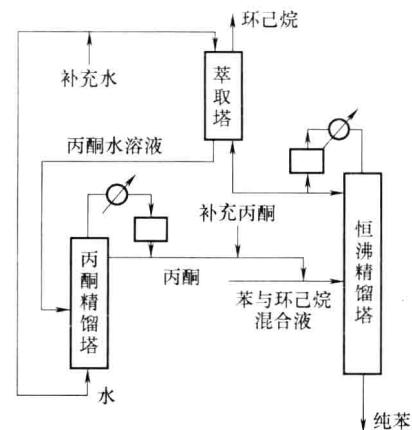

图1-2 恒沸精馏装置
(1) 恒沸精馏 要将苯与环己烷的混合液进行分离，苯的沸点是80.1℃，环己烷的沸点是80.73℃，由于苯与环己烷的沸点非常接近，很难用普通的精馏方法进行分离，因此可以采用恒沸精馏的方法进行分离。恒沸精馏装置如图1-2所示。